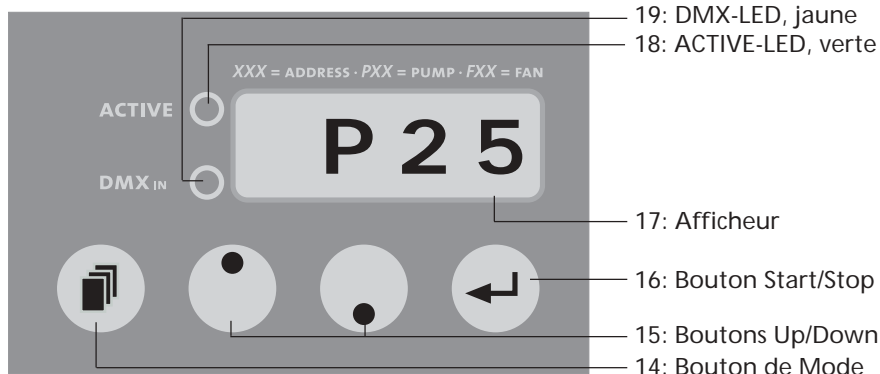

Fig. 1: Etat de l'afficheur pendant le réglage du débit de la pompe
- a) Pressez la touche de mode [14] sur le panneau de commande, jusqu'à ce qu'un P (pompe) suivi de deux chiffres apparaissent sur l'afficheur [17] (cf. fig. 1).